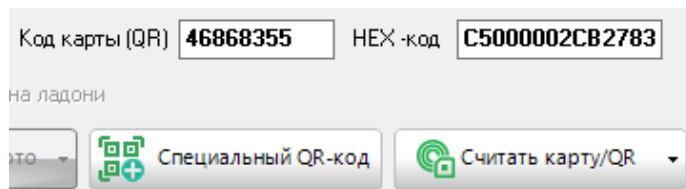

Рис. 40
Если сканирование завершилось успешно, то в поле «Код карты (QR)» будет отображен QR-код (рис. 40). Если отсканировать QR-код не удалось, то поле останется пустым.
В качестве дополнительного подтверждающего идентификатора прохода, в приборе «C2000-BIOAccess-SF6P» можно использовать «Специальный QR-код». «Специальный QR-код» содержит в себе строку длиной не более 255 символов. Для создания и просмотра специального QR-кода необходимо нажать кнопку «Специальный QR-код» (рис. 40). В появившемся окне (рис. 46) можно либо вручную ввести значение QR-кода, либо отсканировать имеющийся в наличии (рис. 47).